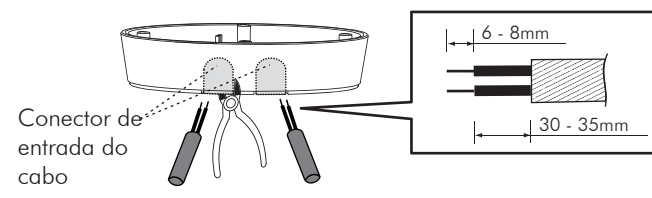

Figura 13
- 3.4.3.2 Para alimentar os cabos de potência AC através da lateral da caixa de junção, por favor use os alicates de corte para romper os conectores da entrada do cabo na lateral da caixa de junção e, em seguida, insira os cabos na caixa de junção, alimentando-os. Descasque 6 – 8mm do revestimento do cabo para fiação (Veja a figura 13).